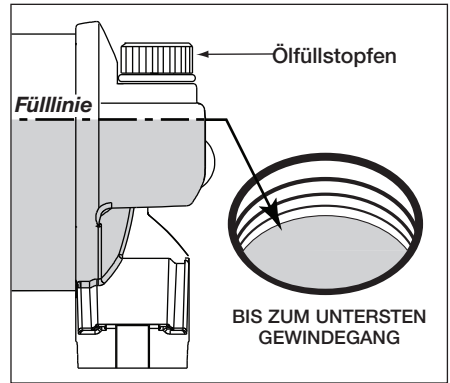

Abb. 16, Ölstand im Behälter
3. Überprüfen Sie den Ölstand. Siehe Abb. 16. Wenn der Ölstand niedrig ist, fügen Sie zusätzliches Öl bis zum untersten Gewindegang der Öfüllstopfenöffnung hinzu.